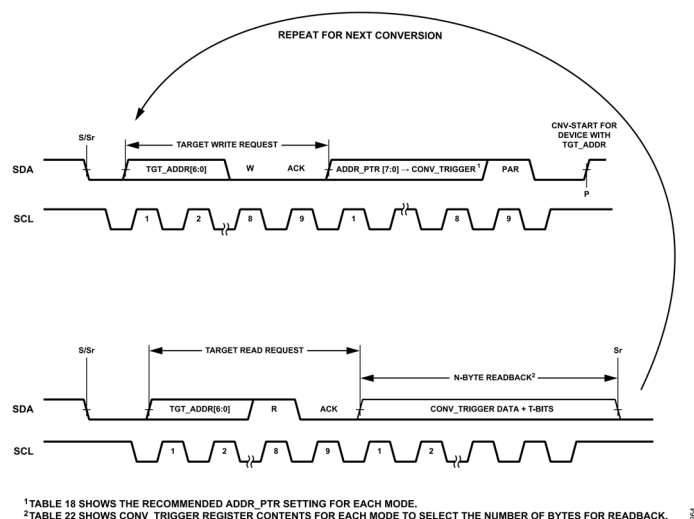

図 64. CONV_TRIGGER を使用した ADC 変換のトリガ
CONV_TRIGGER レジスタを使って ADC 変換をトリガするには、ターゲット・デバイスに I3C 書込みを行って、CONV_TRIGGER のレジスタ・アドレスのいずれか (0x56~0x59) をポイントするように ADDR_PTR を更新します。変換スタート・トリガは、図 64 に示すようにストップ (P) の SDA 立上がりエッジで発生します。サンプル・モードでは、変換スタート・トリガによって変換が 1 回行われます。バースト平均化モードでは、変換ス